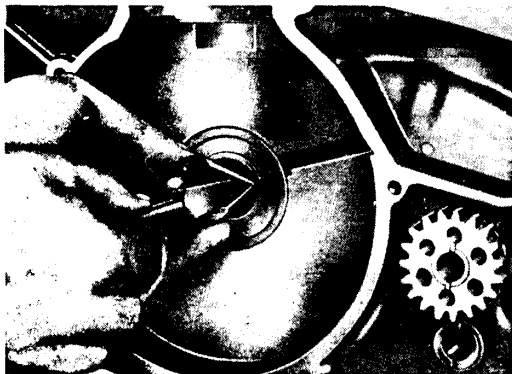

Bild 21-6. Insättning av verktyg för utpressning av kullager
5. Pressa ut balanspartiets kullager med hjälp av verktyget S-45 och tryck ut lagret med universalavdragaren S-51 inåt vevhuset. (Bild 21-6, 7). Se till att vevhuset inte skadas. Obs att mellan kullagret och tätningsringen finns en låsring. Utgående drevet med nav drivs försiktigt ut inåt huset. Mestadels stannar lagret kvar på navet till kugghjulet (enklare sätt: värm upp huset till 70 - 80°C).